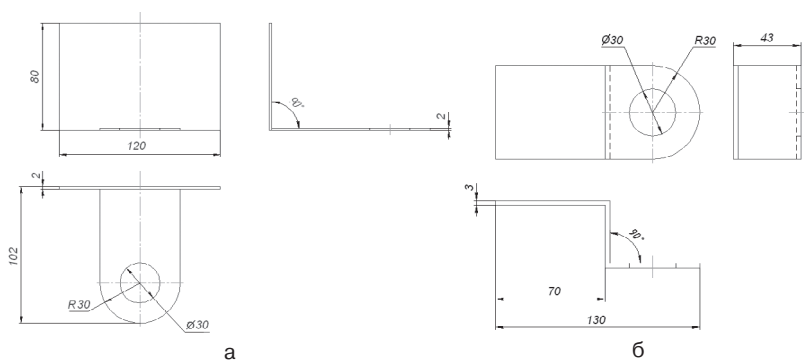

Рис. 422
- Создайте трехмерную модель детали по чертежу (рис. 422);